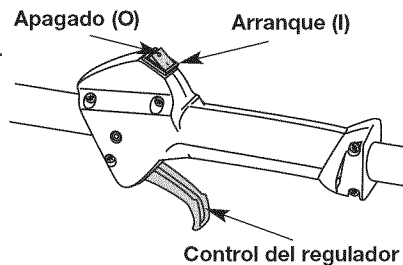

Fig. 6
NOTA: No hay necesidad de arrancar la unidad. El control de Encendido/Apagado está en la posición ENCENDIDO (I) en todo momento (Fig. 6).